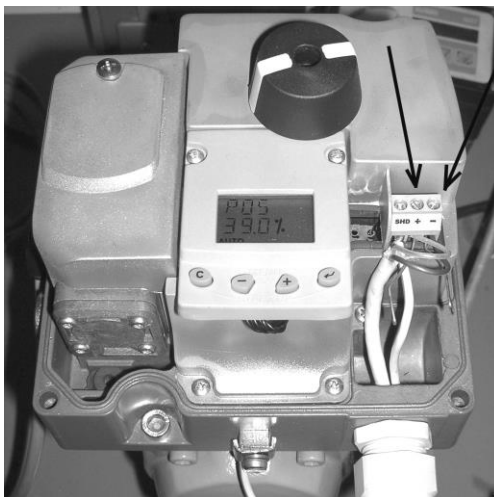

Рис. 10. Интерфейс подключение HART - модема
6. Аккуратно снять крышку с позиционера и при помощи щупов подключить HART - модем (рис. 10).